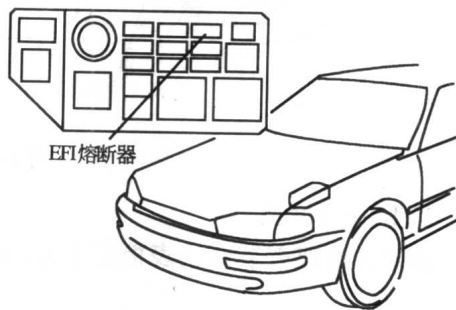

图 1-1-5 EFI 熔断器位置图
(3) 由仪表板直接读取 [CHECK] 灯闪烁表示的故障码。
(4) 清除发动机故障码,从熔断器盒中将“EFI”熔断器拆下 10s 以上,再装回即可清除故障码,EFI 熔断器位置如图 1-1-5 所示。